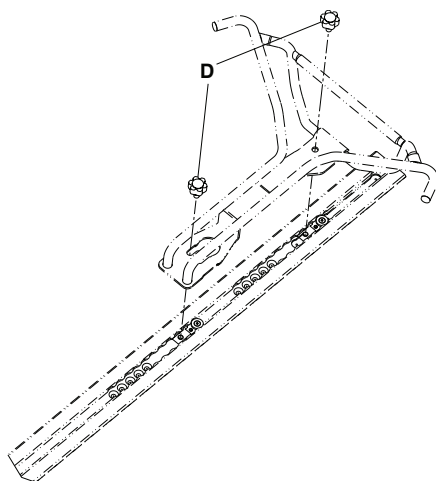

Figura 2 – Conjunto de cuernos con perillas de plata (6390-001-033)
3. Instale las dos perillas de plata (6390-001-033) para apretar el conjunto de cuernos (Figura 2). Para instalar la placa de suelo universal, consulte las instrucciones que aparecen en Instalación de la placa de suelo (6390-001-020).